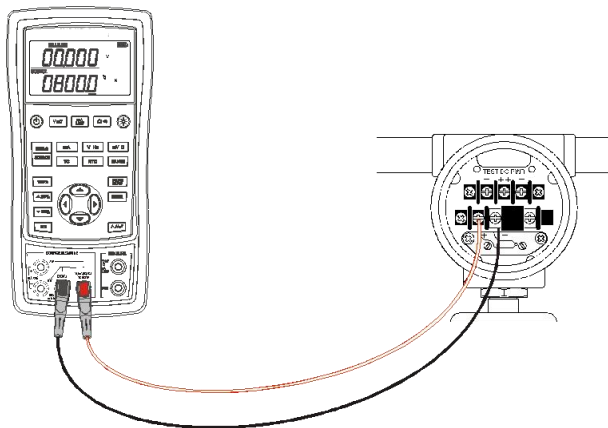

图 6.1-1
用热电偶线将校验仪的输入/输出端连接到被测试仪表。图 6.1-1 是连接图。请根据以下步骤模拟热电偶：
1. 如图 6.1-1 所示，把热电偶线接到校验仪的 TC 输入/输出插孔上。